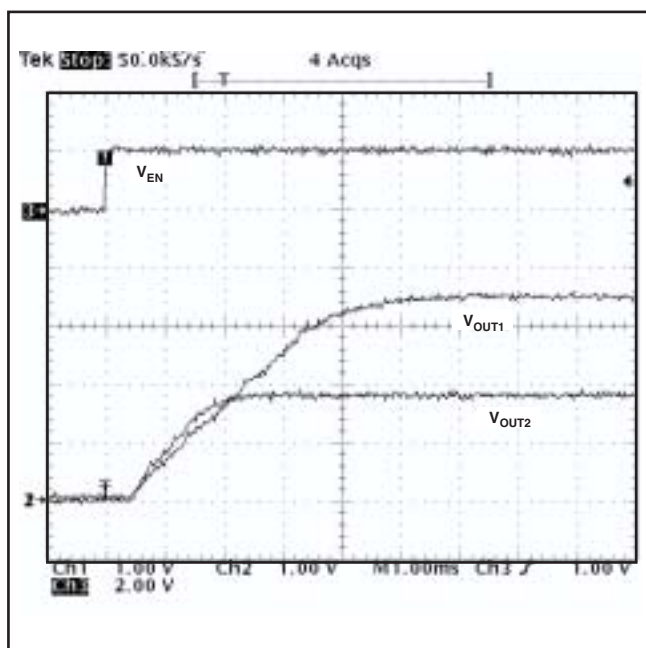
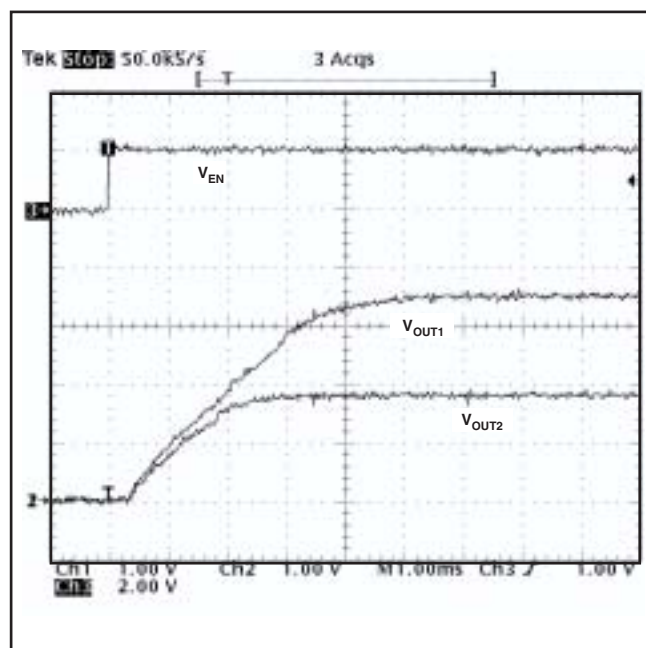

図 35. V_{out2} が V_{out1} に先行するレシオメトリックなスタートアップ
図 36. V_{out1} が V_{out2} に先行するレシオメトリックなスタートアップ
V_{OUT2} がレギュレーションに達したときに V_{OUT2} の電圧が V_{OUT1} の電圧よりわずかに大きくなるように、レシオメトリックなスタートアップを設計するには、式 (5) ~ 式 (7) で ΔV に負の数を使用します。 V_{OUT2} がレギュレーションに達したときに V_{OUT2} が V_{OUT1} よりわずかに低くなるアプリケーションでは、式 (7) は正の数となります。負の ΔV と正の ΔV に対するスタートアップ波形をそれぞれ図35と図36に示します。